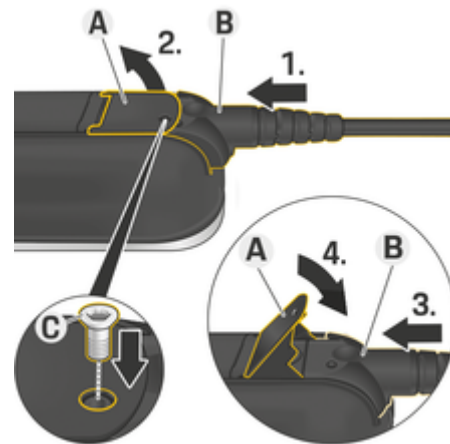

Рис. 114: Закрепление кабеля и фиксация штекера
- ✓ Рычаг **A** (Рис. 114) закрыт.
1. Вставьте штекер **B** (Рис. 114) в панель управления до появления первого сопротивления.
2. Поднимите рычаг **A** (Рис. 114).
3. Вставьте штекер **B** (Рис. 114) до конца.
4. Опустите рычаг **A** (Рис. 114).
5. Закрепите штекер **B** (Рис. 114) винтом **C** (Рис. 114) на панели управления.